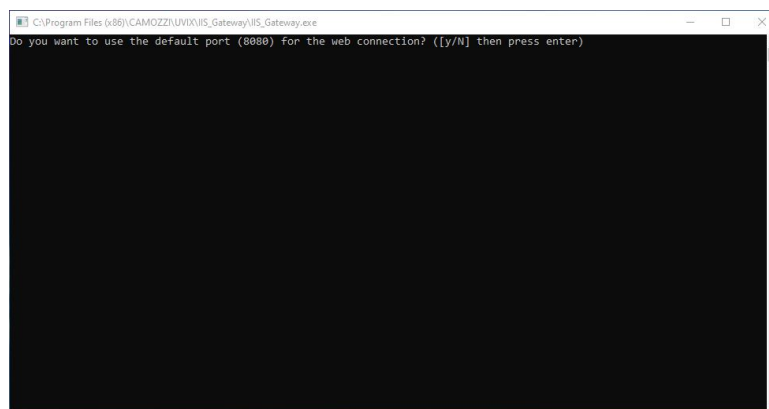

Figura 4.20: Impostazione porta WebApp
10. Indicare la porta per la WebApp che si desidera utilizzare. Digitare "y" e invio per la porta di default (8080), "n" e invio poi successivamente quella desiderata e invio se si vuole personalizzarla, figura 4.20.